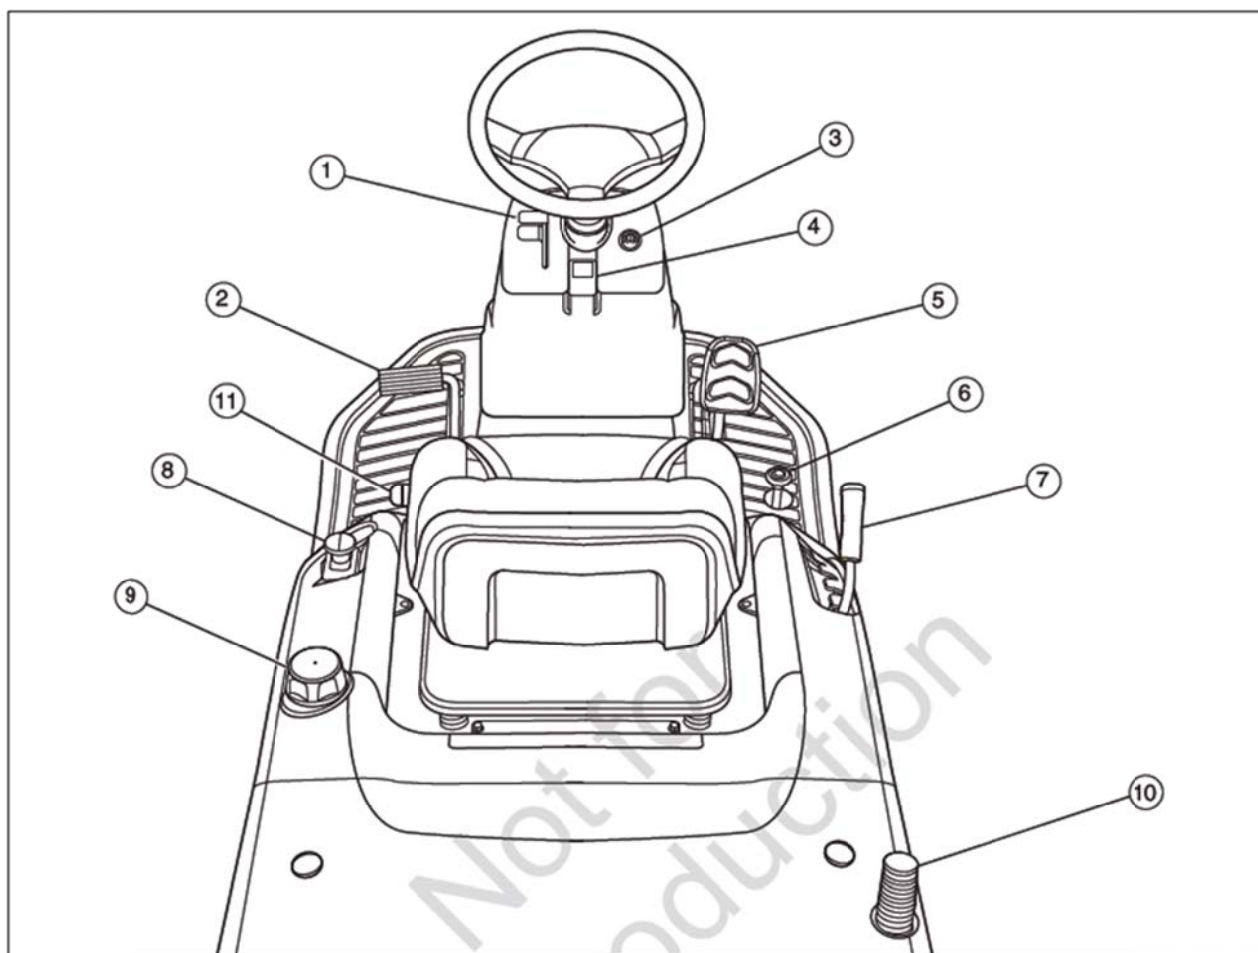

Рис. 7
Регулятор дросселя (1): Используйте регулятор дросселя для управления оборотами двигателя (см. рис. 7). При перемещении регулятора вверх число оборотов увеличивается, вниз – уменьшается. Всегда работайте на полном газу.